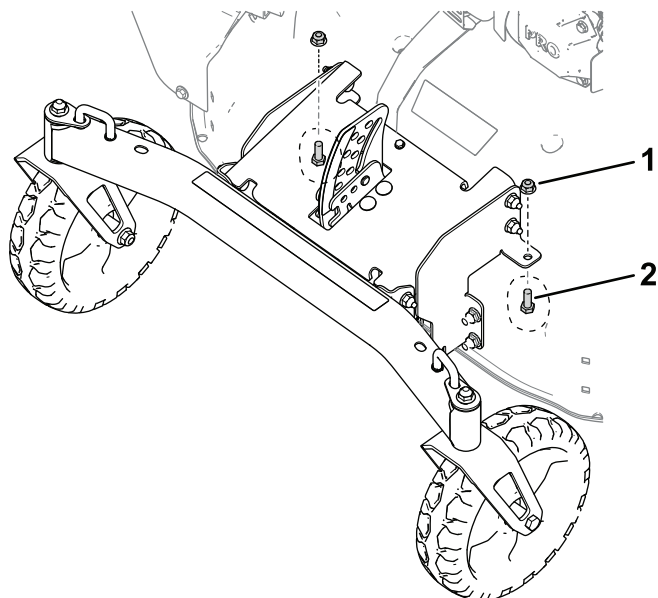

**Figura 13**
2. Usando las pestañas del soporte de las ruedas giratorias como plantilla, perfore 2 orificios (8 mm o 5/16") en la parte superior de la carcasa, como se indica en la Figura 13.